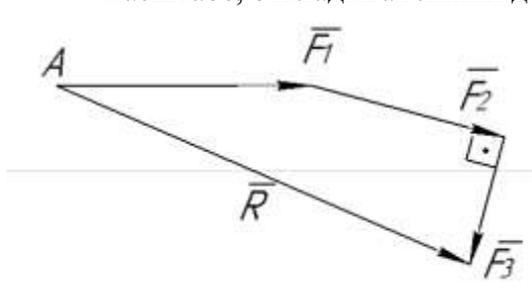

Рисунок 4
2. Из произвольной точки А отложите в масштабе вектор; из конца отложите вектор; из конца вектора отложите вектор. Построение выполните строго в масштабе, откладывая линии действия сил под заданным углом (рис. 4).